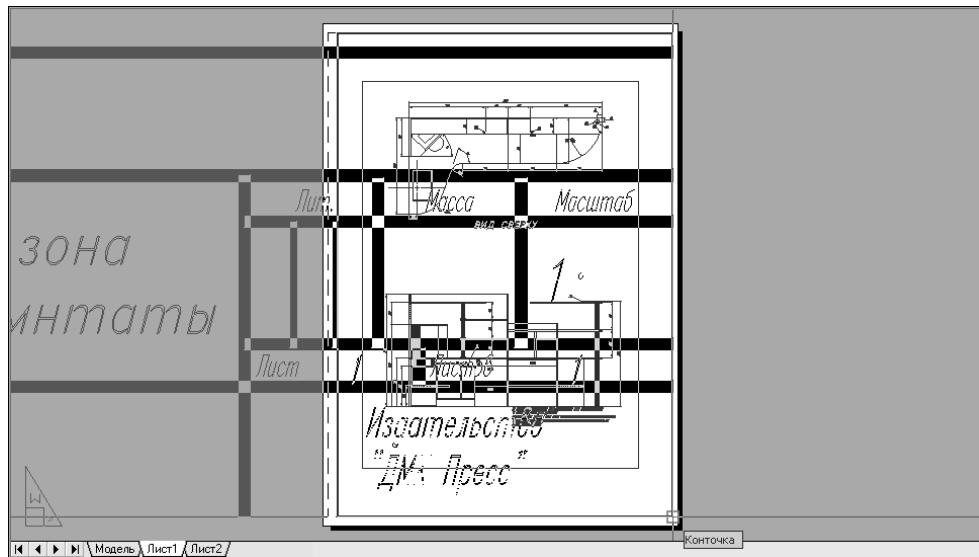

Рис. 13.12 ▼ Вставка основной надписи на лист компоновки
9. Выберите в качестве точки вставки точку, которая находится в правом нижнем углу рамки листа компоновки (рис. 13.12).
10. Запустите инструмент **Масштаб** (Scale), выбрав из меню команду **Изменить** ⇒ **Масштаб** (Modify ⇒ Scale) или щелкнув на кнопке **Масштаб** (Scale) панели инструментов **Изменить** (Modify) либо введя в командном окне команду **Масштаб** (SCALE) или просто **мш** (SC). В ответ на приглашение выбрать объект щелкните на любом элементе основной надписи и нажмите **Enter**.